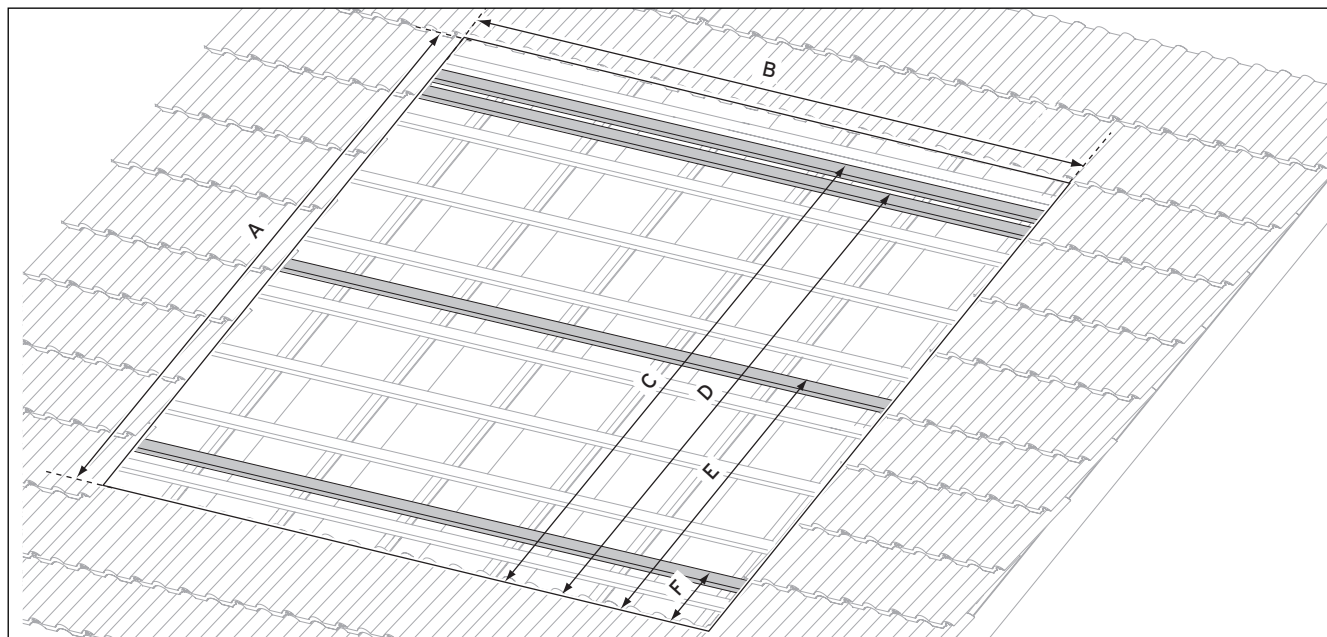

Abb. 4.7 Maße für Einbaufeld und für die Lage der Einbaulatten
- Legen Sie anhand der Maße (**s. Abb. 4.7**) das Einbaufeld auf dem Dach fest.
- Bringen Sie entsprechend **Abb. 4.7** zusätzliche Dachlatten an.